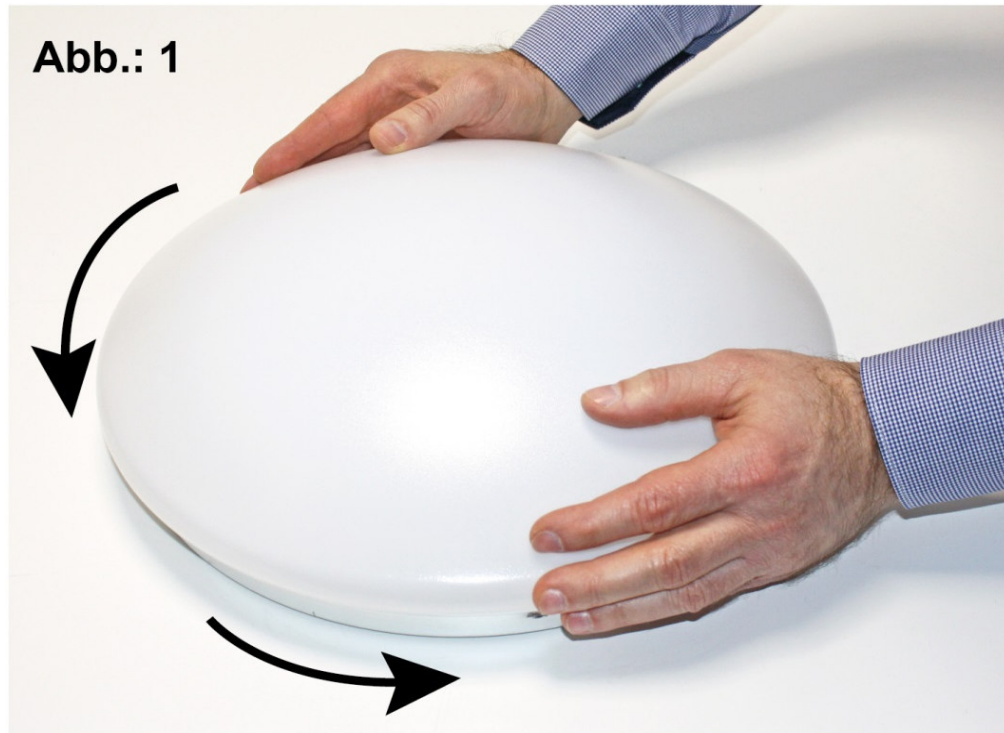

Abb.: 2
2. Leuchte an den vorgegebenen Stellen (Abb.: 2) mit geeigneten Schrauben an der vorgesehenen Montageebene befestigen.